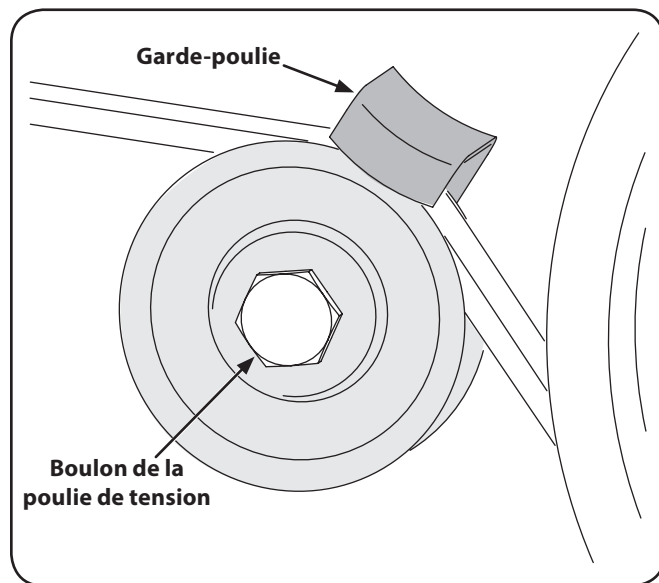

Figure 7-4
3. Retirez le boulon de la poulie de tension et dégagez la courroie sous le garde-poulie. Voir Figure 7-4.
NOTE : Lors du remontage, assurez-vous que le garde-poulie soit placé comme indiqué à la Figure 7-4. Prenez soin de bien aligner l'encoche du garde-poulie avec le support de la poulie lorsque vous installez la courroie neuve.